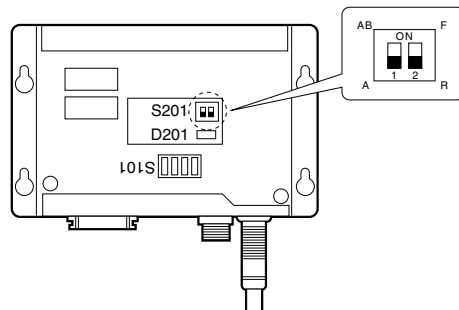

図3-3
- PL23 本体のカバーを外して、原点通過時にLED (図3-3. 基板上D201) が点灯するかどうかで確認してください。もしLEDが点灯しない場合には、基板上のスイッチ (図3-3. S201のNo.2 F/R) を切替えて、再度同一方向に原点通過させ、LEDが点灯するか確かめてください。LEDが点灯したら動作確認は終了となります。動作確認終了後は、カバーを元通り取付けてください。